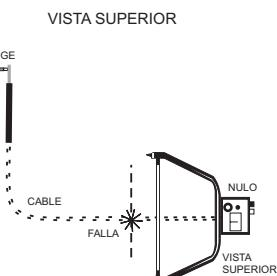

Figura 5. Receptor de Anulación – Segunda Vez
*Nota: El receptor se anulará cuando las sondas pasen a través de la falla de manera uniforme. Marque este punto. (Véase la Figura 5).*